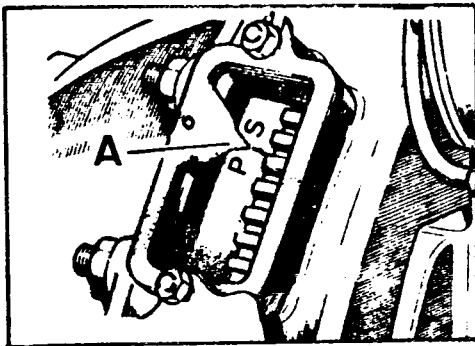

Fig. A1-85 Sincronización del punto muerto superior (P.M.S.)
- 1.9. Girar el cigueñal en su sentido normal de trabajo (hacia la derecha) hasta que el índice de referencia para puesta a punto quede alineado con la marca del P.M.S. (ver detalle, A Fig. a1-85). Las dos válvulas del cilindro - n° 1 tendrán que estar completamente cerradas, o lo que es igual, las válvulas de cilindro n° 4 en posición de "cruce". De no estar las válvulas en estas circunstancias, habrá que dar al cigueñal otra vuelta completa.